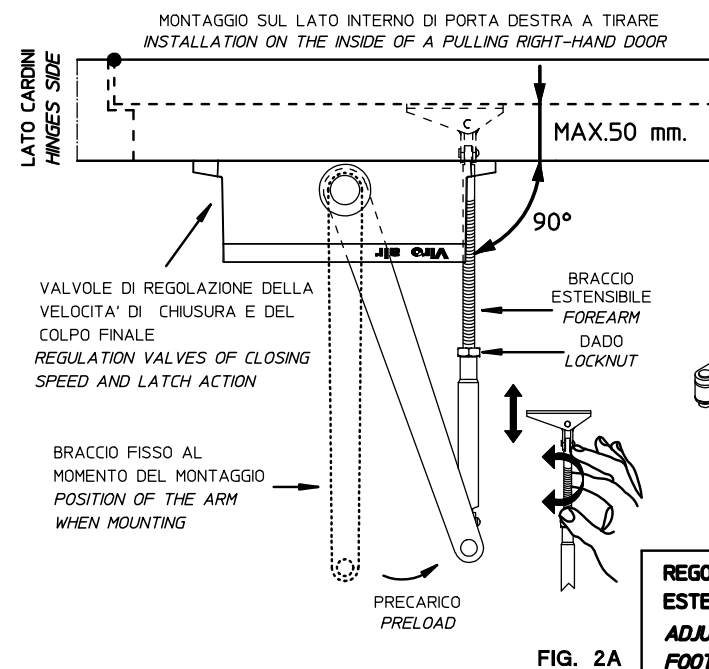

FIG. 2A
4. ADJUST THE LENGTH OF THE FOREARM IN ORDER TO PERFORM A 90° ANGLE AS SHOWN ON FIG.2A.